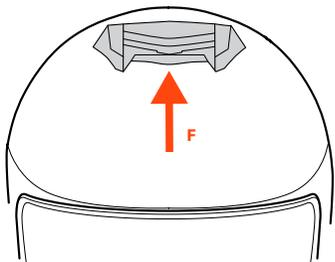

FIGURA 5
### TOMA DE AIRE FRONTAL SUPERIOR – F – Figura 5/6
- Figura 5: toma de aire completamente cerrada.